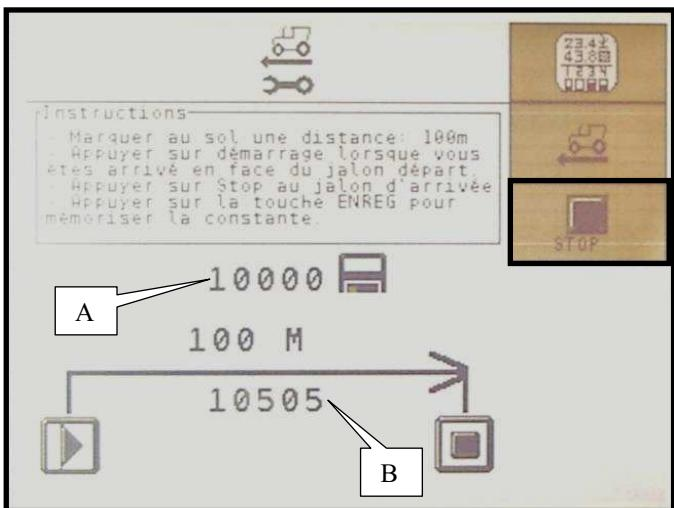

Fig. 2
Apriete la tecla  (fig.2) **Calibración del radar**
Il display (Fig.2) compare:
Premere sul tasto  (fig. 2) **Calibrazione del radar**
- 5 - Devant le deuxième jalon, appuyer sur la touche (Fig.2) **Arrêt étalonnage**.